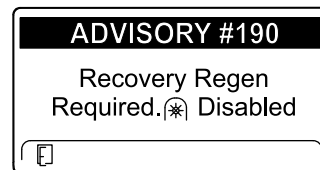

図 80
- リカバリ再生が必要です PTO が無効化されました アドバイス番号 190 図 80